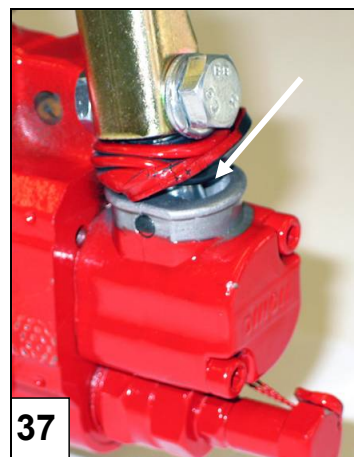

Bild 37. Spindelväxlare
1. Lyft upp ventilspindelväxlarens skyddsgummi. Bild 37.